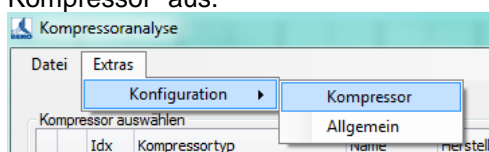

Abbildung 61 : Kompressorkonfiguration öffnen
- h) In diesem Fenster (s. Abb. 61) können alle relevanten Daten des Kompressors lt. Herstellerangaben eingegeben werden. Sofern an dieser Stelle noch keine Aussage darüber gemacht werden kann, ab welcher Stromaufnahme der Kompressor in Last läuft und ab welcher Stromaufnahme der Kompressor in Leerlauf läuft bzw. in Stopp geht, so können diese Werte auch zu einem späteren Zeitpunkt noch korrigiert werden. Mit dem Button „Übernehmen“ wird der Kompressor in die Datenbank übernommen.